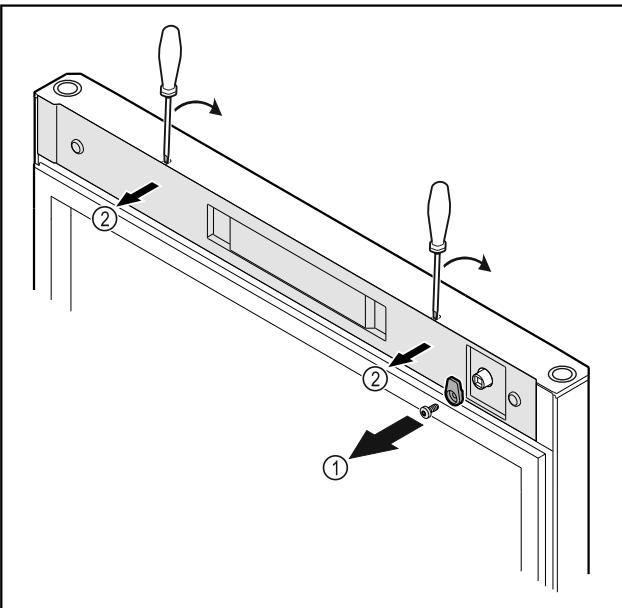

Fig. 20
- Odvrite kuke za zatvaranje Fig. 20 (1).
- Odvojite poklopac Fig. 20 (2) malim odvijačem i skinite ga.